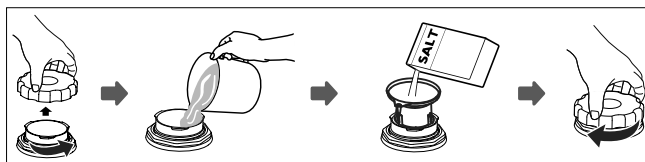

Fig. 13 – Remplissage du sel
- ▶ Retirez le panier à vaisselle (6) et dévissez le bouchon du réservoir de sel (11).
- ▶ Avant la première utilisation, versez environ 1 l d'eau dans le réservoir de sel (voir Fig. 13).
- ▶ À l'aide d'un ustensile approprié tel qu'un entonnoir de cuisine, versez 130 g de sel pour lave-vaisselle dans l'orifice du réservoir de sel (11). Il est normal qu'un peu d'eau déborde du réservoir lorsque vous le remplissez de sel.
- ▶ Une fois le réservoir rempli, revissez le bouchon à fond dans le sens des aiguilles d'une montre (voir Fig. 13).